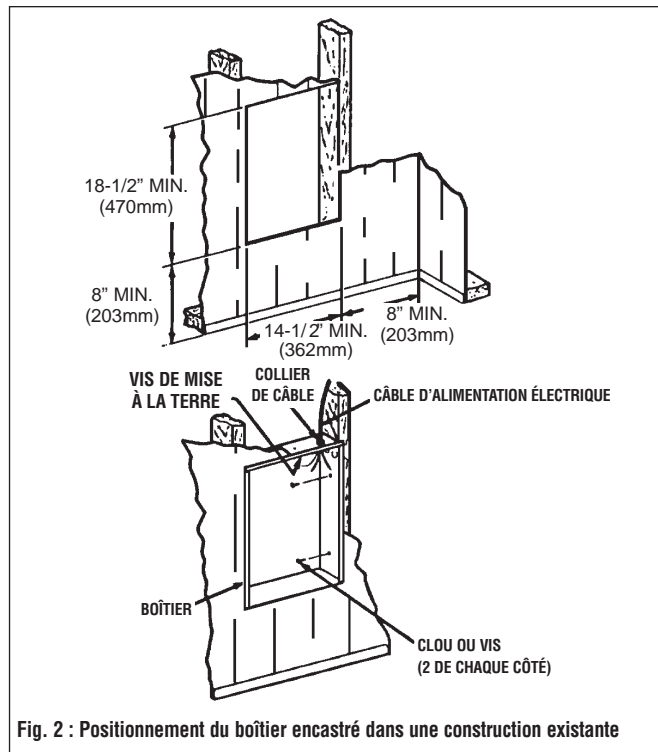

Fig. 2 : Positionnement du boîtier encastré dans une construction existante
1. Faire une ouverture murale de 362 mm de large par 470 mm de haut à la hauteur de fixation désirée, mais pas à moins de 203 mm des murs adjacents. (Voir la figure 2.)